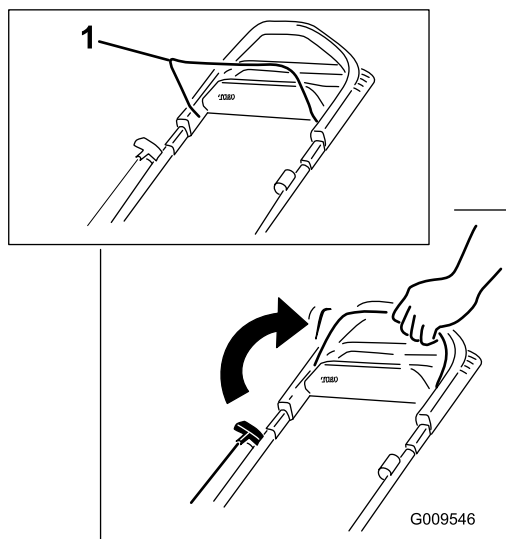

Figura 17
1. Tenete la barra di comando della lama contro la maniglia (Figura 17).